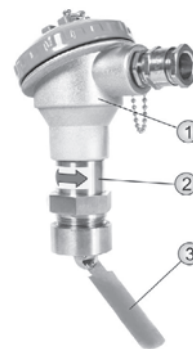

Рисунок 1. Внешний вид реле потока
Реле потока (см. рисунок 1) состоит из электронного преобразователя (1), герконового реле (2) и датчика потока (3). Электронный преобразователь состоит из корпуса, содержащего плату с клеммами. Герконовое реле содержит пружину, магнит, закрепленный на фторопластовом цилиндре, геркон и центральный стержень. Датчик потока выполнен в виде лопасти с эксцентриком.